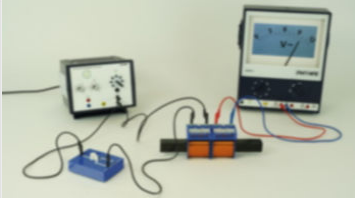

Abb. 3
- Schiebe die Spulen nun wieder in Kontakt zusammen. Öffne die Schalter und schiebe den Eisenkern in die beiden Spulen ein, bis er sich etwa mittig befindet (siehe Abb. 3). Schließe die Schalter und beobachte die Sekundärspannung für verschiedene Primärspannungen.